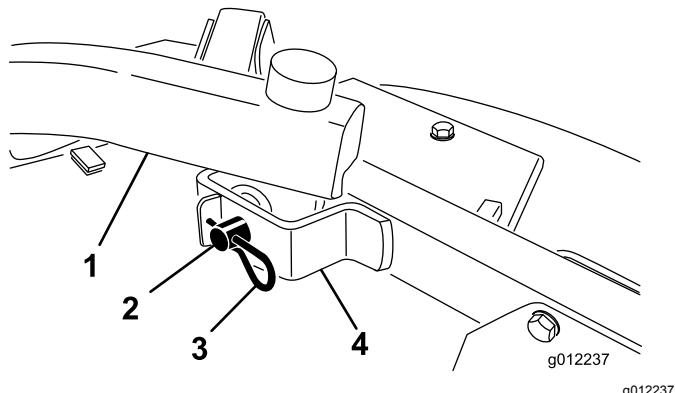

Figura 24
2. Retire os pernos de gancho e os pinos de segurança que fixam os braços de elevação aos suportes do braço da roda giratória (Figura 24).